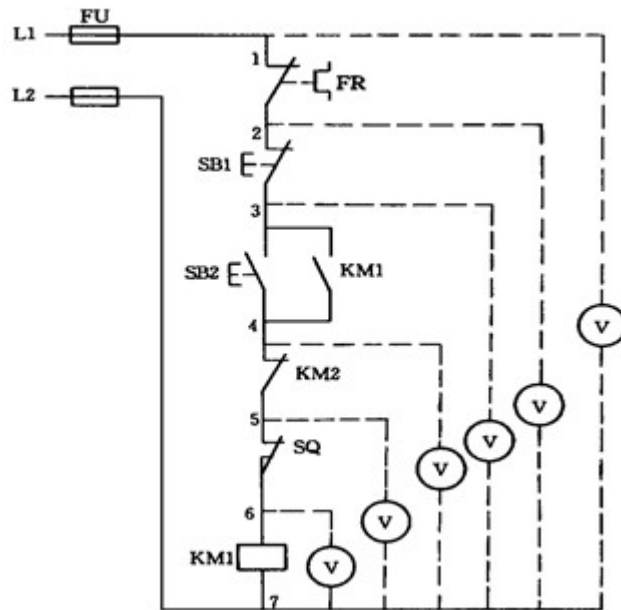

Figura 4.2.2 Medida de tensión paso a paso
a. Medición paso a paso El método de medición de tensión se muestra en la Figura 4.2.2.